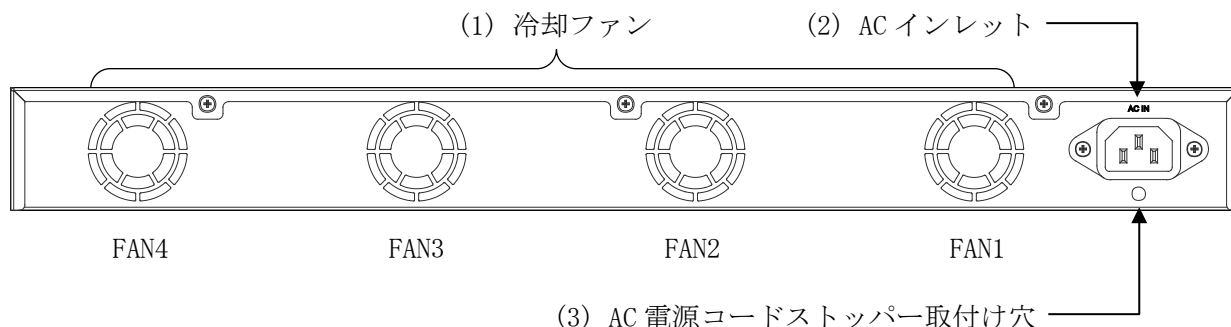

図 2-11 ApresiaNP4000-20Xt4X のリアパネル
| (1) | 冷却ファン | 冷却用のファンです。 show environment コマンドで表示されるファンの番号と場所は図 2-11 をご参照ください。 |